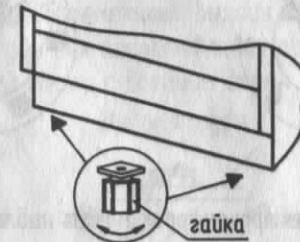

Рис. 5
6.7. В основании электроплиты спереди расположены пластмассовые регулируемые ножки. Чтобы установить электроплиту горизонтально при неровности пола, необходимо отрегулировать ножки путем вывинчивания или завинчивания гайки (рис. 5).